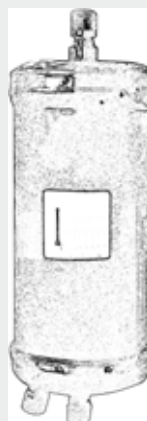

Fig. 4
- 4- Rasgue o excesso de papel usando a extremidade recortada (veja Fig.4).
- Prepare o novo filtro e o introduza respeitando o sentido de aplicação (Fig. 4).